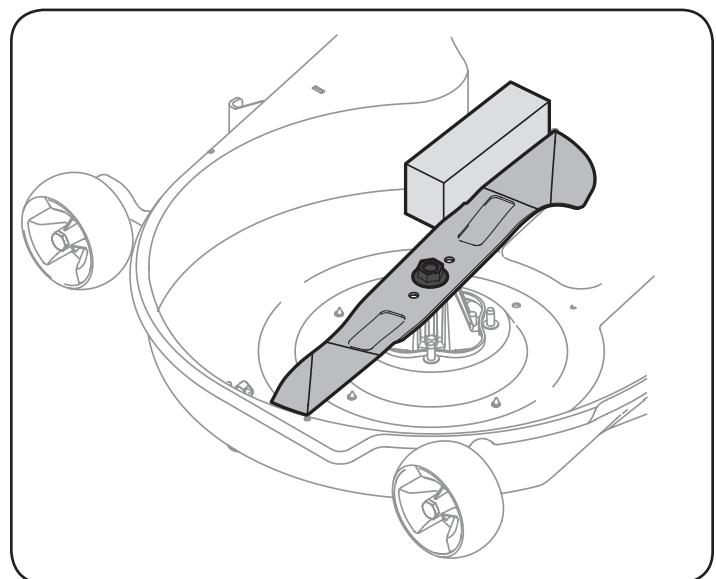

Figure 2
- Stabiliser une des lames de coupe avec un outil de blocage de lame ou un bloc de bois. Consultez la Figure 2.